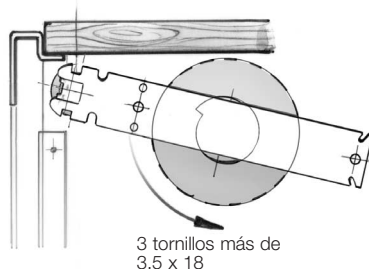

Fig.15
- Pretensar la persiana enrollada según la tabla 1 en el sentido contrario a las agujas del reloj. (Fig.15)